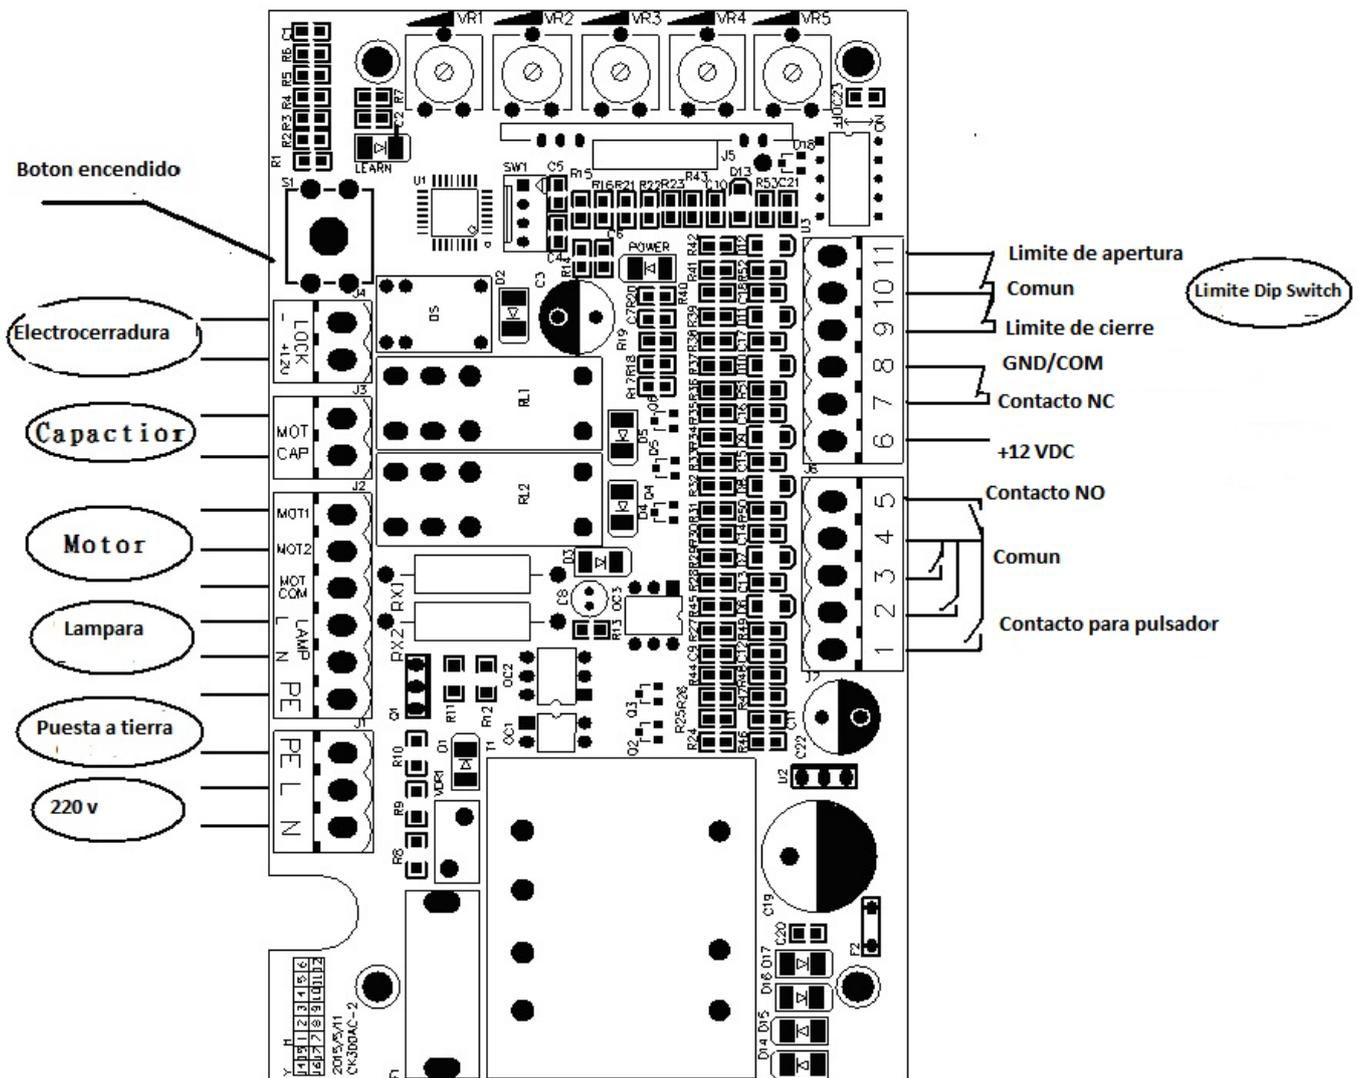

Fig.1
a. Ajustar la resistencia (ver Fig.1)